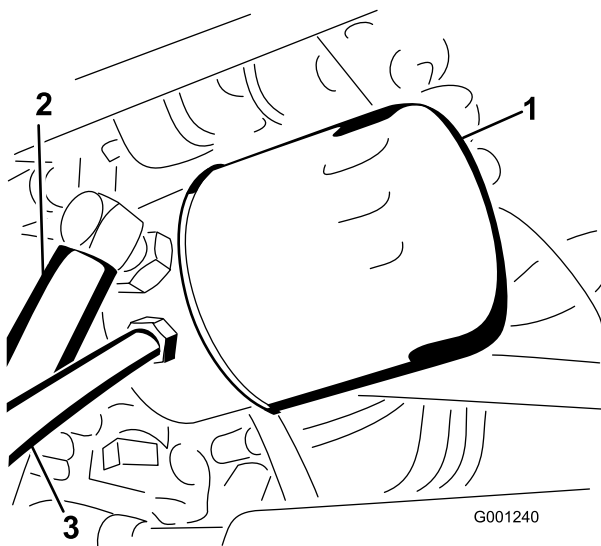

Figura 71
4. Limpie la zona alrededor del filtro de aceite hidráulico y retire el filtro (Figura 71).